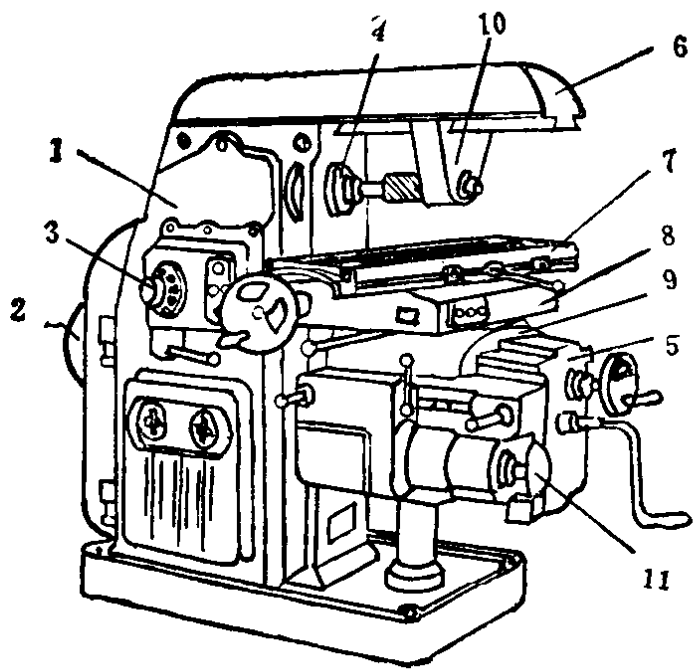

图 1
(1) 床身：如图 1 中的 1，它是固定与支承其它部件的基础。顶部与前面分别有水平燕尾导轨和垂直燕尾导轨与横梁 6 和升降台 5 相连。床身内部还装有电动机 2、主轴变速箱的变速机构 3 等零部件。床身应坚固耐磨，水平与垂直燕尾导轨和各个轴孔都要经过精细加工，以保证机床的刚性与精度。
(2) 横梁：如图 1 中的 6，其上可安装吊架 10，用来支承刀杆外伸端，以加强刀杆刚性。横梁可在床身顶面的水
(3) 主轴：如图 1 中的 4，它用来安装与紧固刀杆、带动铣刀旋转。前端锥孔与刀杆锥面紧密接触，中间通孔用来穿过螺栓，并以主轴后面拉紧刀杆。主轴上各个配合表面都要经过精密加工，以保证铣刀旋转时的平稳性。
(4) 升降台：如图 1 中的 5，它的作用是：带动工作台沿垂直燕尾导轨上下移动，以调整铣刀与工作台台面之间的距离。进给变速箱及操纵机构 11 安装在升降台的侧面，通过操纵手柄，可使工作台获得不同的进给速度。
(5) 工作台：包括三个部分，上面是纵向工作台 7，用来安装工件并带动工件作纵向移动。中间部分是转台 8，它可将工作台在水平面内旋转一个角度，以适合加工螺旋槽的需要。下面是横向工作台 9，它可在升降台的水平导轨内移动，以带动纵向工作台一起作横向进给。